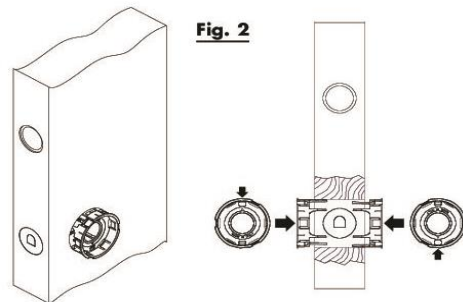

Fig. 2
3. Plaats de 2 plastieken inserts in hun behuizing, diam. 48mm (fig.2). Draai de inserts 180° tot ze automatisch de deurdikte aannemen.
3. Mettez les 2 supports en plastique dans leurs châssis, diam. 48mm (fig.2). Tournez les supports 180°, jusqu' au moment qu' ils prennent l' épaisseur du panneau de la porte.